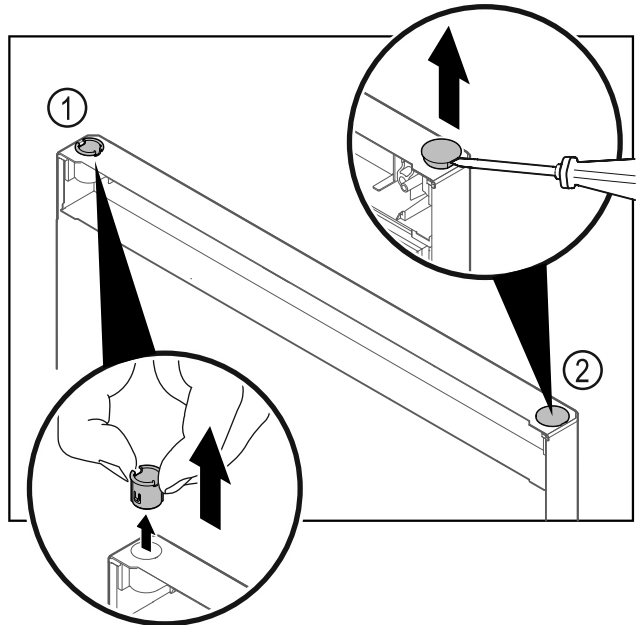

Fig. 26
- Vytiahnite puzdro závesu Fig. 26 (1) prstami.
- Plochým skrutkovačom opatrne nadvihnite kryciu zátku Fig. 26 (2) a vytiahnite ju.